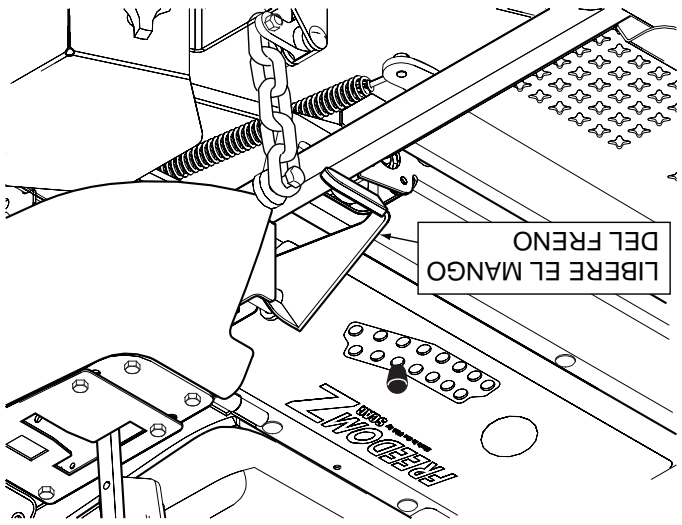

Figura 6-1. Ajuste de freno
2. Desconecte el freno de estacionamiento. (Vea la Figura 6-1).